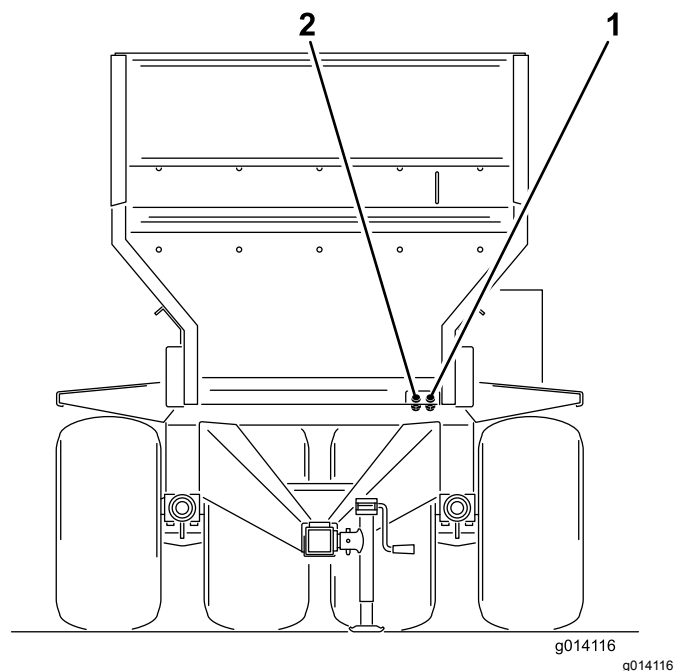

図 20
6. 本装置から出ている油圧ホース本を、牽引車両に接続する。本装置の正面に向かって、右側のホースを圧力側に接続し、左側のホースを戻り側に接続する 図 20。インライン逆流防止バルブが付いているのがリターン側ホースである。チェックバルブについている矢印を牽引車両側に向けて接続する。